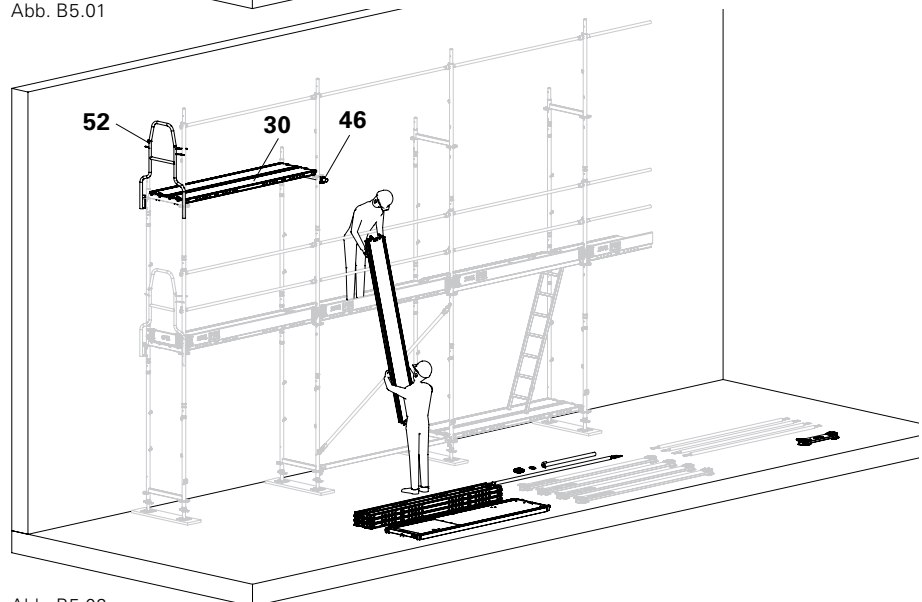

Abb. B5.02
2. Von der darunter liegenden Lage aus Gerüsthalter UWT (46), Beläge (30), Längsdiagonale EBF und vorlaufendes Stirngeländer UPA 100 (52) ausbauen. (Abb. B5.02)